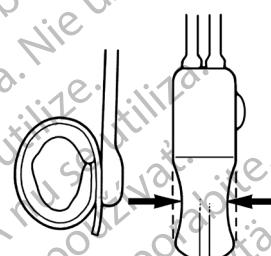

Figura 4-40. Active (reactive) el sistema (salga del estado de desactivación)
5. Pulse el botón de desactivación varias veces para aflojar el dispositivo. (**Figura 4-40**) Despues, apriete rápidamente y con fuerza la pera de la bomba.